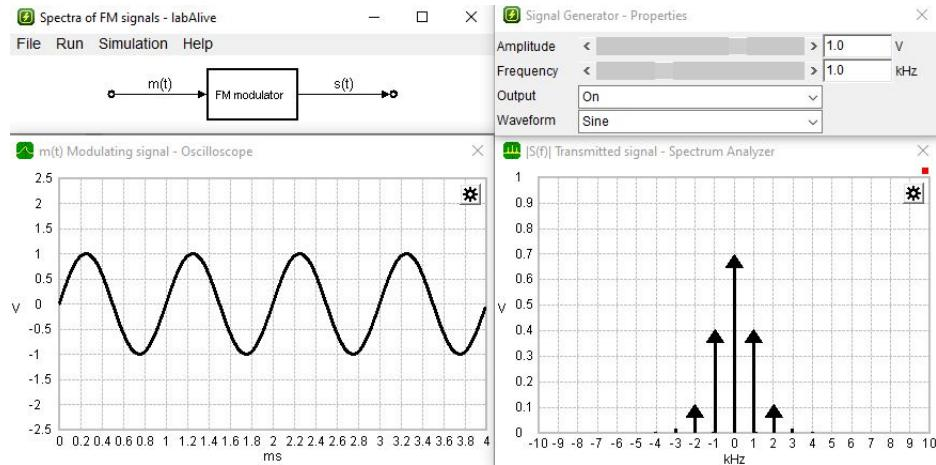

Figura 12: Vista principal del archivo FM.
3. Localice en la carpeta descargada llamada **SW** el archivo llamado **fm.jnlp**, si el proceso de instalación fue exitoso, al abrir el archivo se deberá ver la siguiente ventana según se muestra en la figura 12.